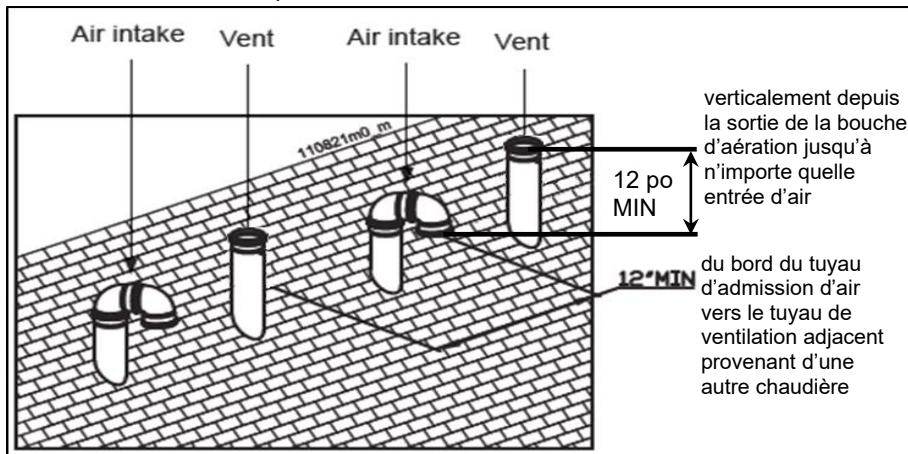

Figure 10.24
2. Placer les pénétrations de toiture afin d'obtenir un dégagement minimal de 305 mm (12 po) entre le bord extérieur de l'entrée d'air et l'évent d'évacuation d'une autre chaudière pour les installations américaines (voir la figure 10.24). Les installations canadiennes doivent être conformes à la dernière édition de la norme CAN/CSA B149.1, Code d'installation du gaz naturel et du propane.
REMARQUE	<p>Ne pas laisser de l'isolant ou d'autres matériaux s'accumuler à l'intérieur de la conduite lors de l'installation à travers le trou.</p> <p>S'assurer que la hauteur d'extrémité au-dessus de la surface du toit ou du niveau de neige prévu est d'au moins 305 mm (12 pouces) aux États-Unis ou 457 mm (18 pouces) au Canada, comme indiqué en figure 10.24.</p>